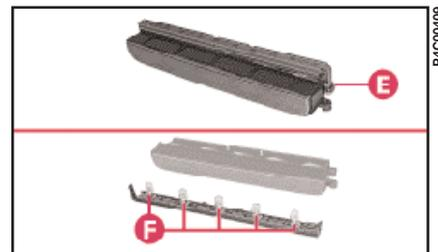

fig. 23
3) Décrocher l'agrafe **E** (fig. 23) et séparer les lampes du groupe transparent.
4) Remplacer la lampe **F** (fig. 23) grillée.